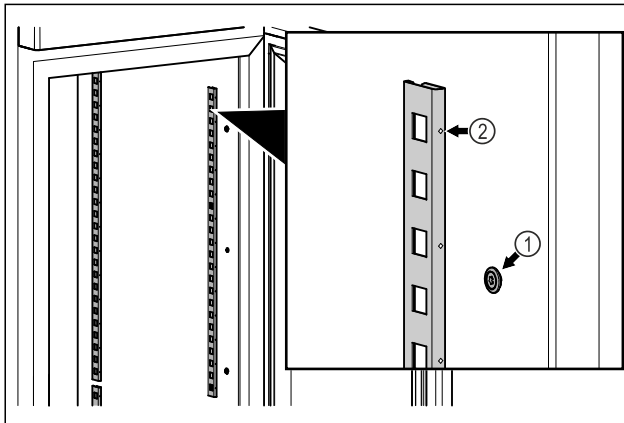

Fig. 83 Приблизне відображення
- ▶ Зачепити фіксувальну планку за підвіску Fig. 83 (1). Маркування Fig. 83 (2) повинно бути спрямоване вперед.